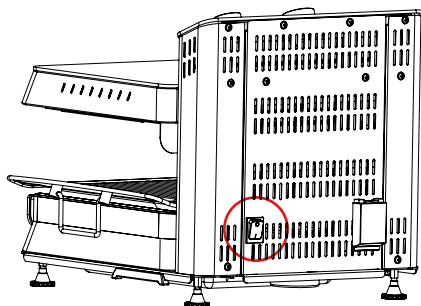
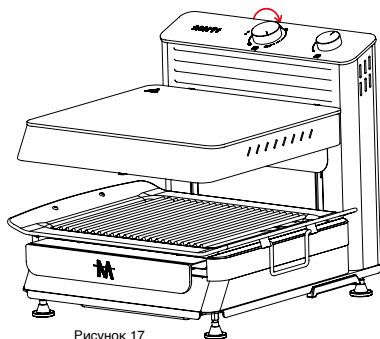

Рисунок 16
Рисунок 17
- Если продукт не работает при подключении к сети, убедитесь, что переключатель включения/выключения находится в положении (I).
- Если переключатель питания находится в положении (I) (Рисунок 16), увеличьте мощность кнопки управления питанием (Рисунок 17)